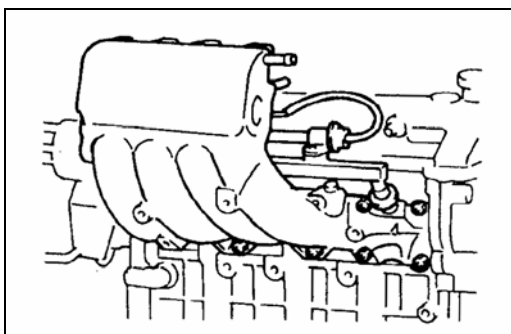

Рис. 4-24.
11). Снять корпус дроссельной заслонки и впускной коллектор, затем снять прокладку впускного коллектора, Рис. 4-24.